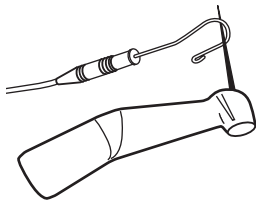

Fig. 7: Ativação do localizador apical por meio do clipe labial e instrumento aplicado no contra-ângulo VDW 6:1
3. Para ligar o localizador apical coloque o clipe labial em contato com o instrumento durante aprox. 3 segundos (veja a Fig. 7). Evite encostar no limitador de profundidade do instrumento.